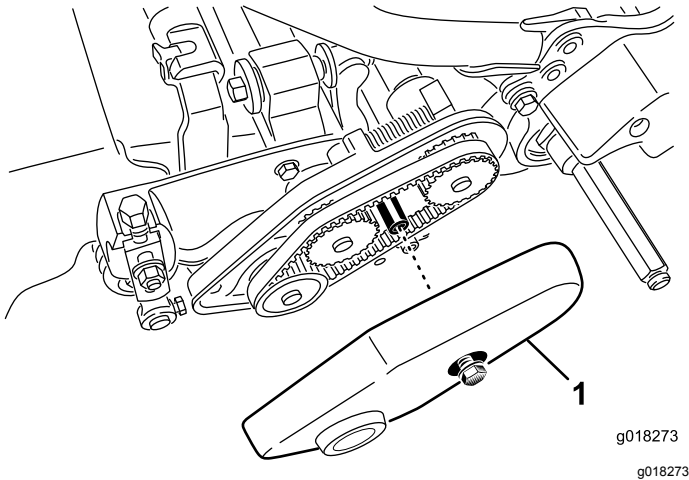

Bild 45
1. Lösen Sie den Bundbolzen, mit dem die Riemenabdeckung befestigt ist, und nehmen Sie die Riemenabdeckung ab, um an den Riemen freizulegen (Bild 45).